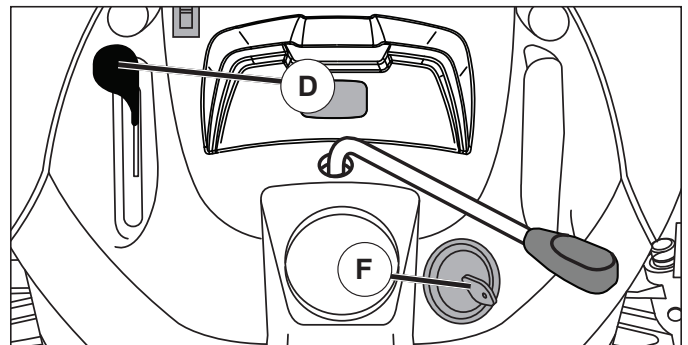

Fig. 6
- Mueva el control de aceleración (D) a la posición lenta.
- Gire la llave de ignición (F) a la posición de apagado "STOP" y remueva la llave al abandonar el tractor para evitar el uso no autorizado.
### PARA USAR EL CONTROL DE LA ACELERACIÓN (D) (VEA FIG. 6)